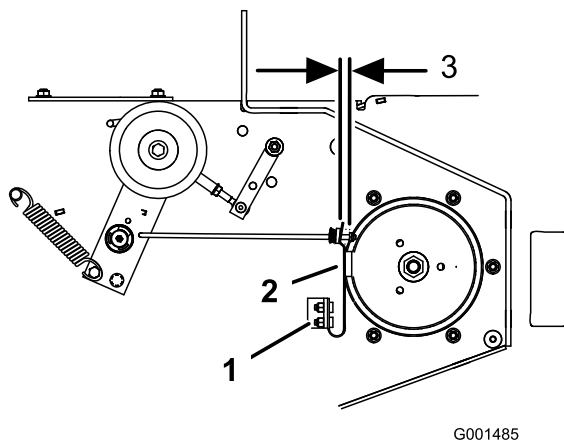

Figure 63
- Le cas échéant, ajustez les boulons de fixation de ressort de sorte que la plaquette de frein de lame frotte contre les deux côtés de la gorge de la poulie (Figure 63).
- Ajustez l'écrou à l'extrémité de la tige de frein jusqu'à ce que l'écrou et l'entretoise soient espacés de 3 à 5 mm (1/8 à 3/16") (Figure 63).